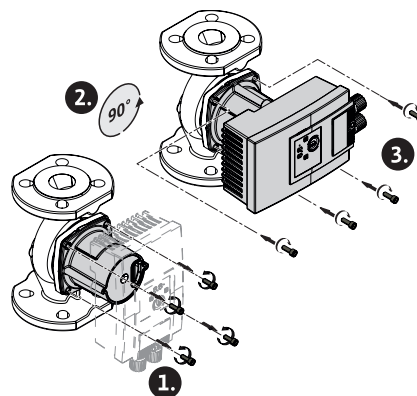

Fig. 15: Motor ausrichten
2. Motorkopf lösen und vorsichtig drehen → Fig. 15.